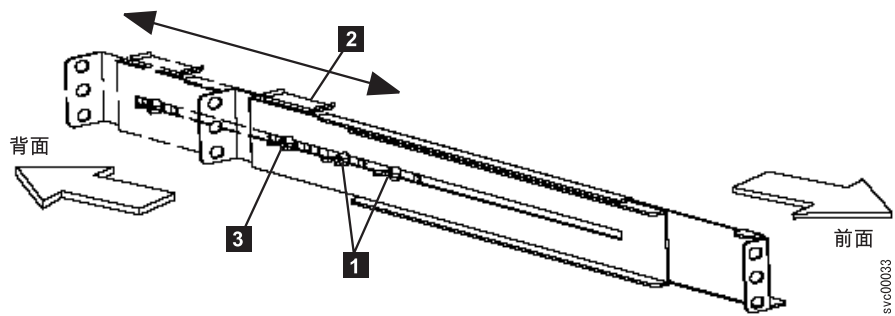

図 16. 2145 UPS-1U でのレールの縦の長さの調整
4. 両方のレール・アセンブリのアセンブリ・ウィング・ナット **1** (47 ページの図 16) を緩め、ラックの縦の長さに合わせてレール・サイズを調整しま
5. 後部の押さえブラケット (図 16 の **2**) をレール・アセンブリーの端に位置付け、ウイング・ナット (図 16 の **3**) を締めます。